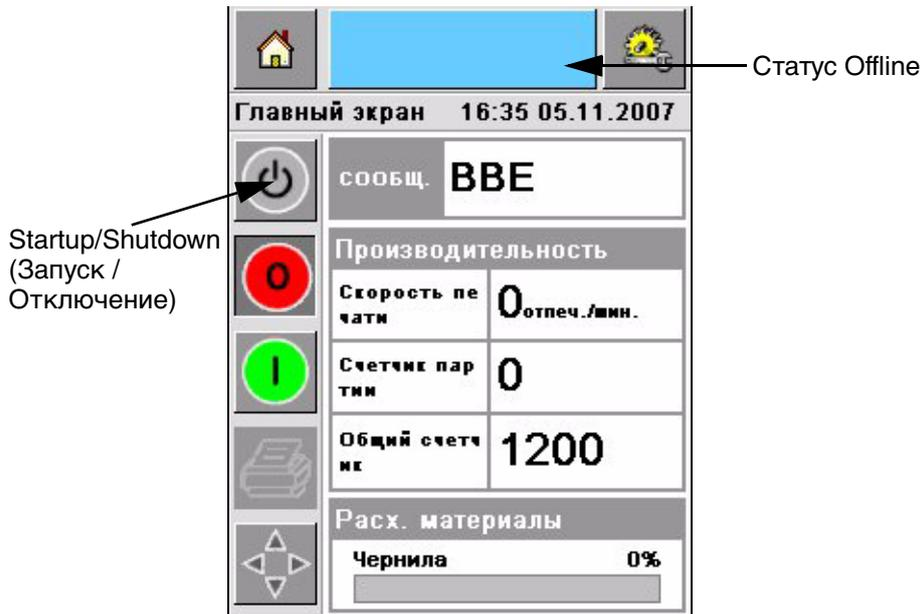

Рисунок 4-5: Главный экран - Пауза
- Кнопки *Stop* и *Run* станут активными (Рисунок 4-5).